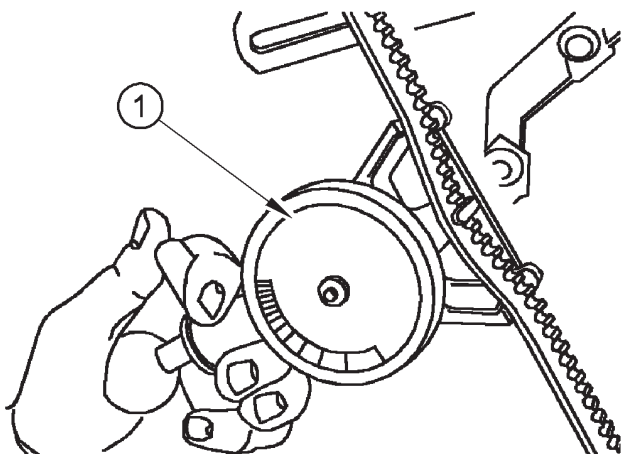

Figure 10
2. Utilisez un contrôleur de tension pour vérifier précisément la tension de la courroie. Placez le contrôleur (Figure 10, repère 1) au centre du brin le plus long et vérifiez la tension.